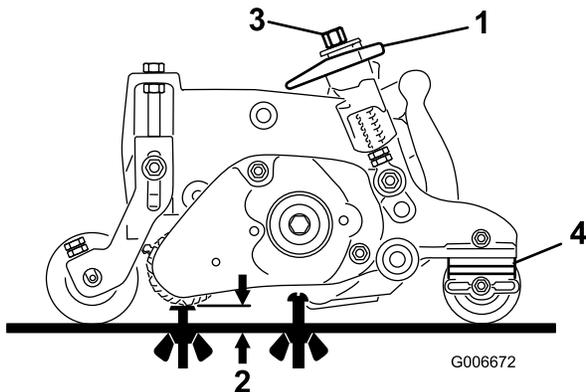

Figure 26
1. Vérifiez que le groomer est réglé à la hauteur de brosseage (HDG) voulue ; voir Figure 26.